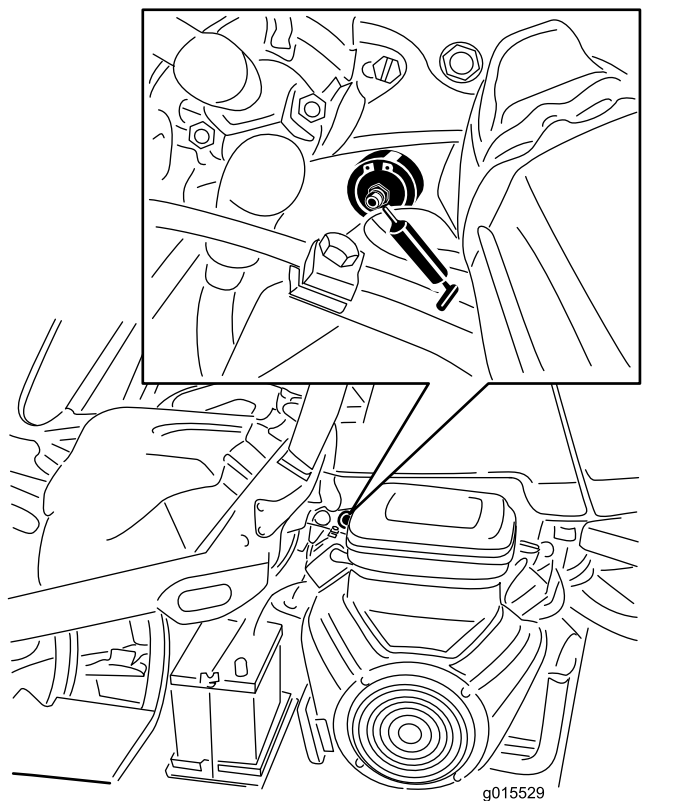

図 28
1. 異物を入れてしまわないよう、グリスニップルをきれいに拭く 図 28。